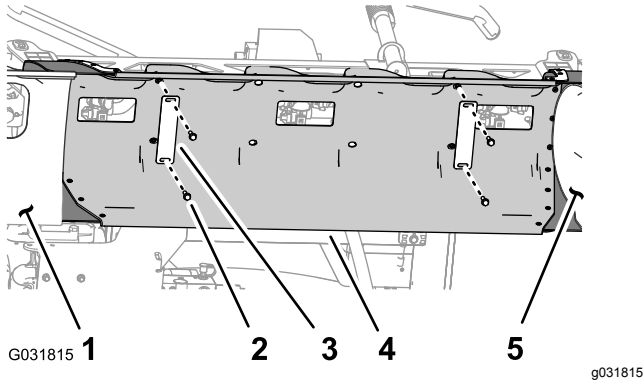

Figura 27
1. Enquanto segura a cobertura da secção central (11 bicos), retire os quatro parafusos de cabeça flangeada (5/16 pol. x 1¼ pol.) e as duas fitas da cobertura que prendem a cobertura ao suporte da cobertura (Figura 27).